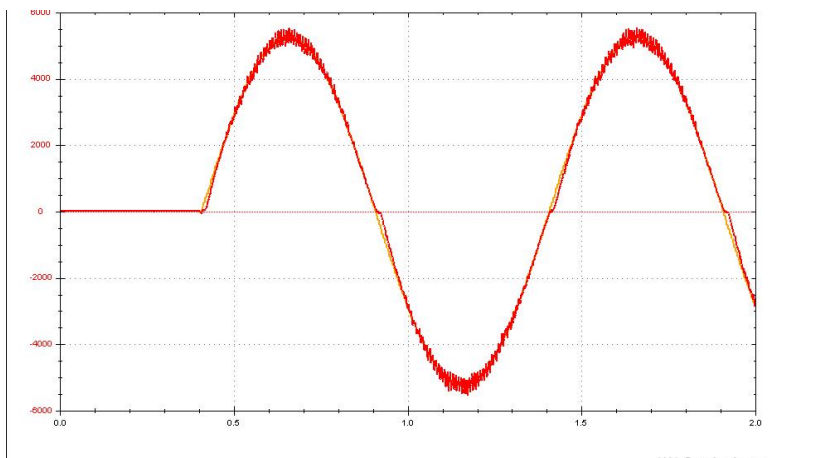

图 15-6 速度环正弦波激励波形
5. 速度环激励类型可选择正弦波激励，正弦波激励最终波形应该接近图 15-6 的波形。